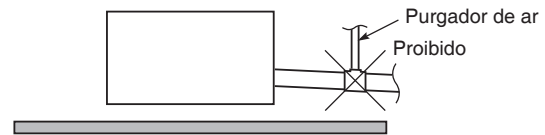

Fig. 3-9
- Não instale um purgador de ar, pois isso pode fazer com que a água vaze a partir da saída do tubo de drenagem. (Fig. 3-9)